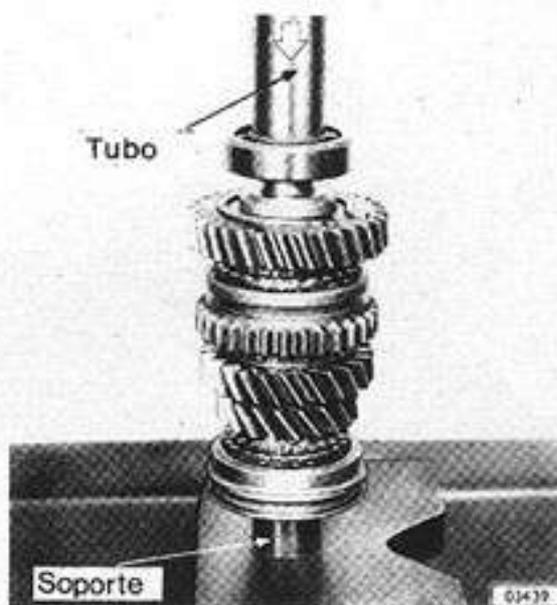

Fig. 25 - Instalación a presión del cojinete a bolillas
- 10.1. Instalar la arandela elástica y asegurarla con un resorte (Fig. 25).